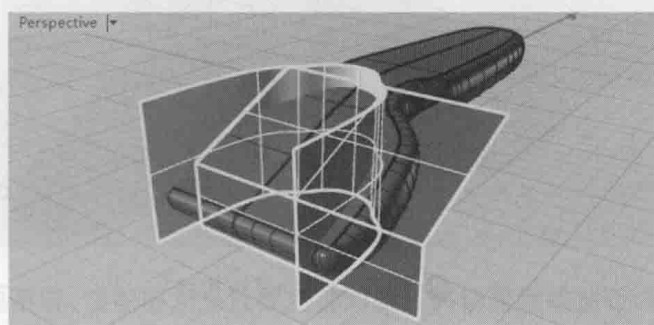
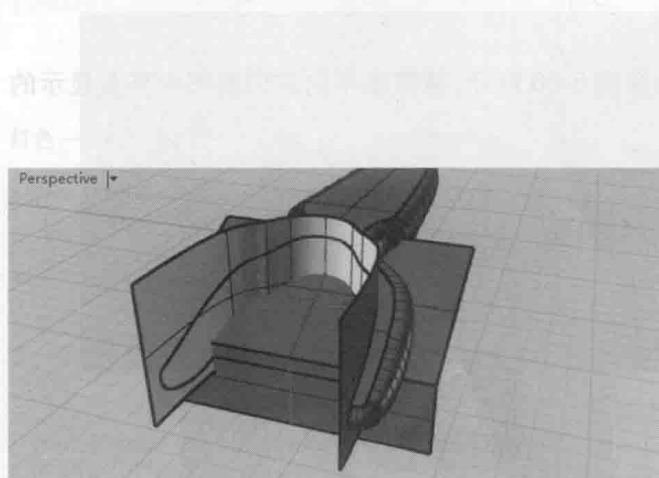

图 5-70 选择曲面对象
图 5-71 修剪曲面
(24) 单击工具箱中的【修剪】按钮 ，选择如图 5-70 所示的曲面对象，然后右击并确认。再选择刨皮刀主体前端对象进行修剪处理，修剪后的效果如图 5-71 所示。